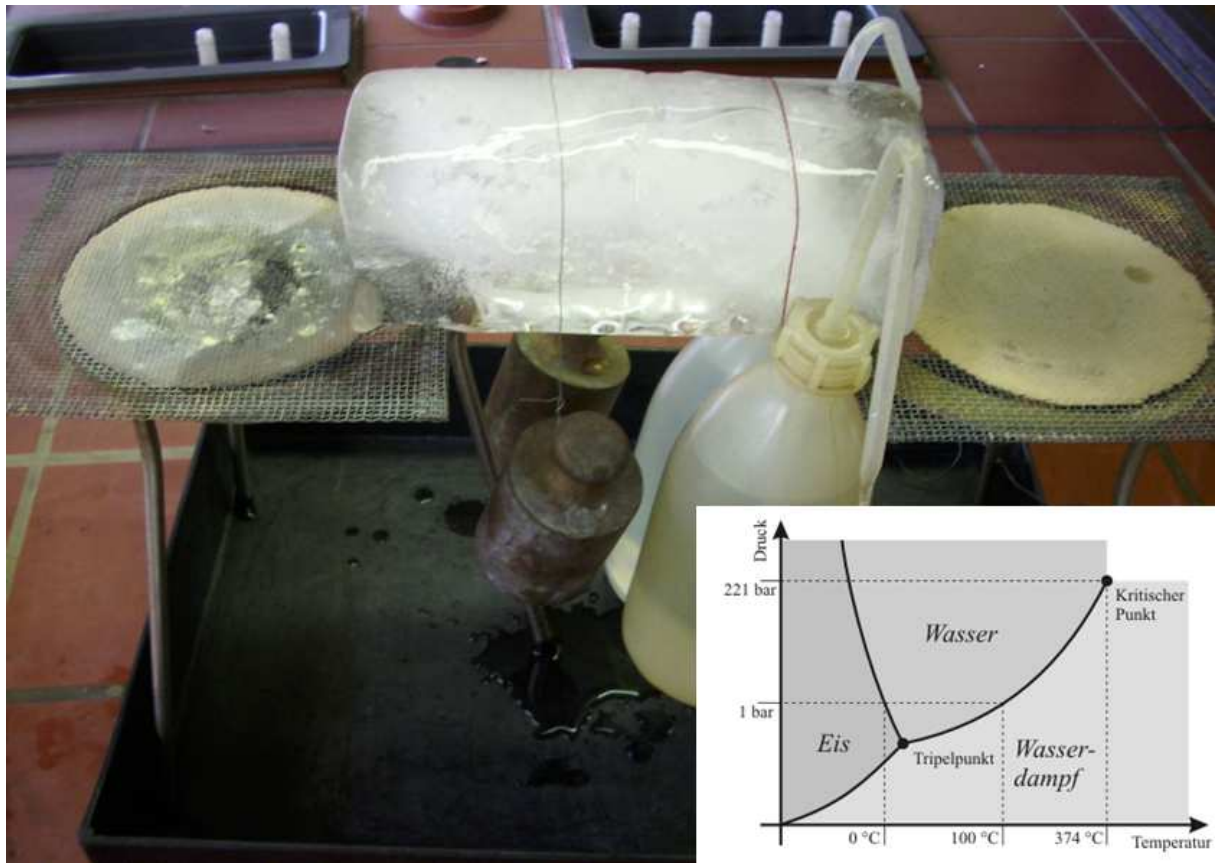

Abbildung 2: Aufbau zu Versuch „Draht gleitet ohne Schaden durch einen Eisblock“ inkl. Phasendiagramm für die LehrerIn
- Durchführung:** Eisblock zwischen den Dreifußen sicher aufstellen. Draht mit den Gewichten fest verbinden und auflegen. Die Wartezeit bis zum ersten Effekt beträgt nur ca. 15 min. Der Versuch selbst kann mehrere Stunden weiterlaufen, bis der Draht den Eisblock durchquert hat (Abbildung 2).